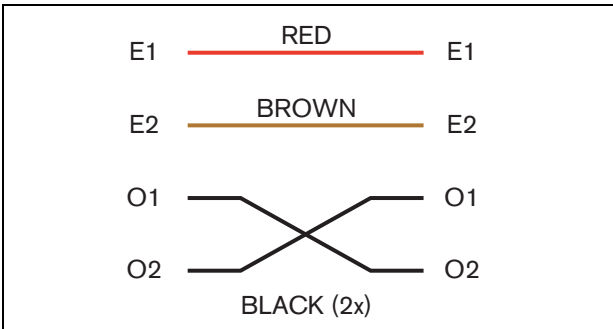
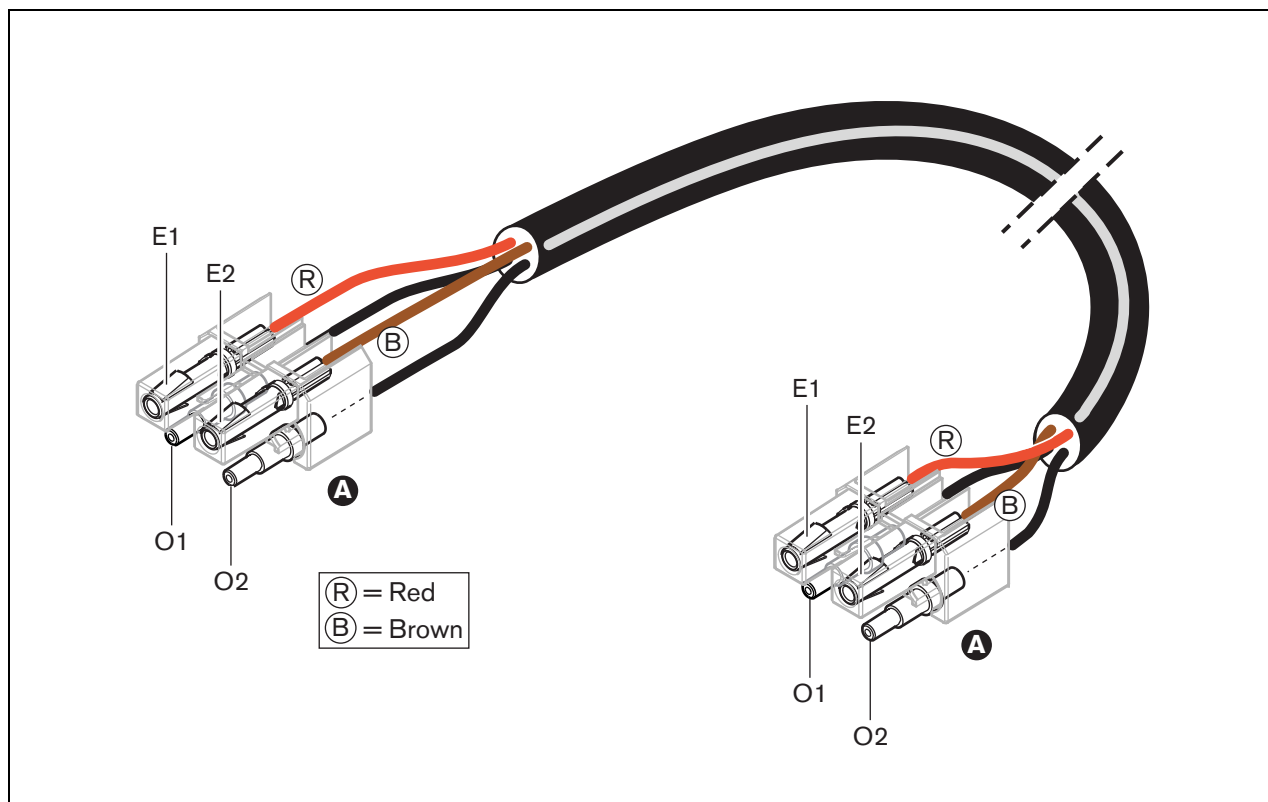
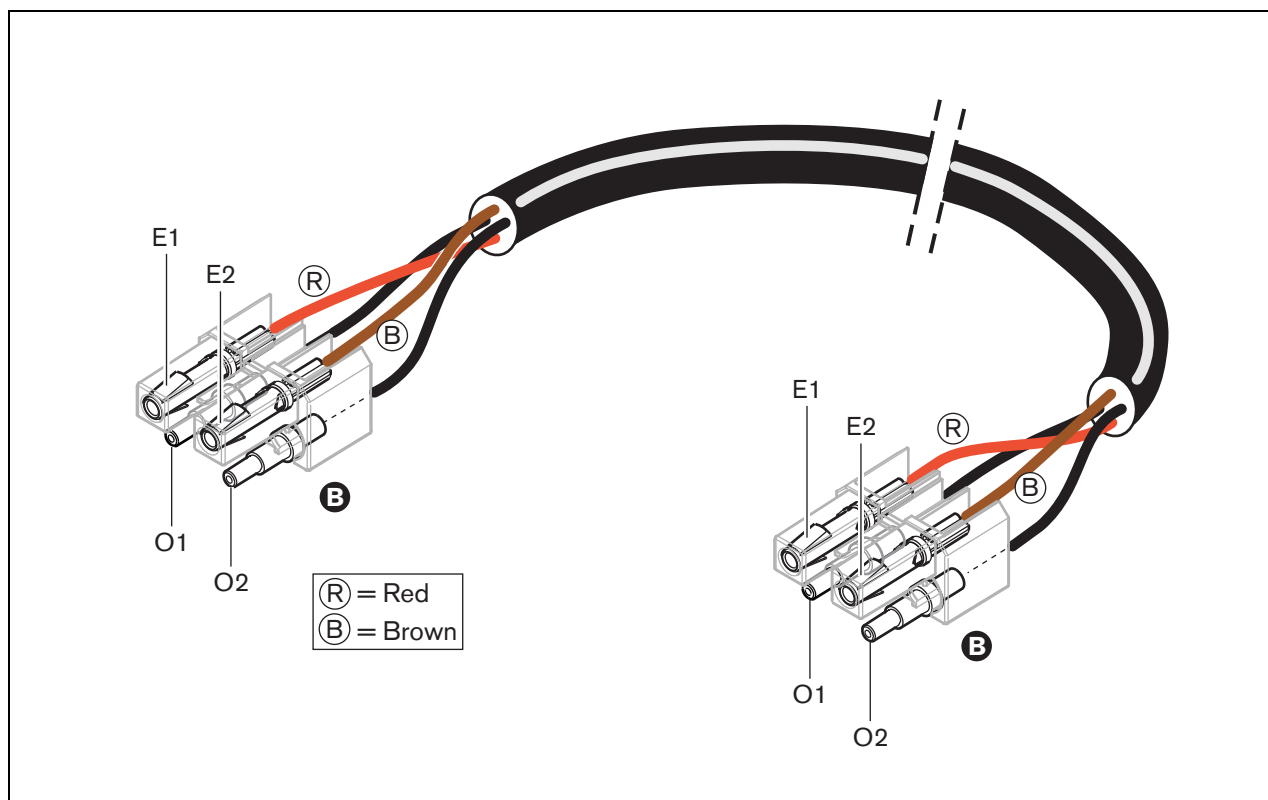
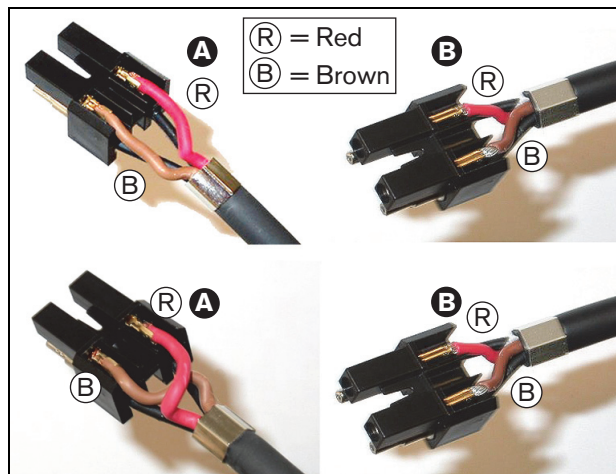

figura 30.28: Diagrama de ligação
figura 30.29: Diagrama de ligação aplicado a cabos de rede óptica de tipo A
figura 30.30: Diagrama de ligação aplicado a cabos de rede óptica de tipo B
figura 30.33: Bloco de montagem e alojamento traseiro
Além disso, observe o diagrama de ligação (consulte a figura 30.28). Consulte as implicações práticas deste diagrama na figura 30.29 e figura 30.30).
- 28 Coloque os contactos de tomada no bloco de montagem (consulte a figura 30.33). Num dos conectores fixos a um cabo de tipo A, os fios de cobre vermelho e castanho devem entrecruzar-se como ilustrado no diagrama de ligação (consulte a figura 30.28).